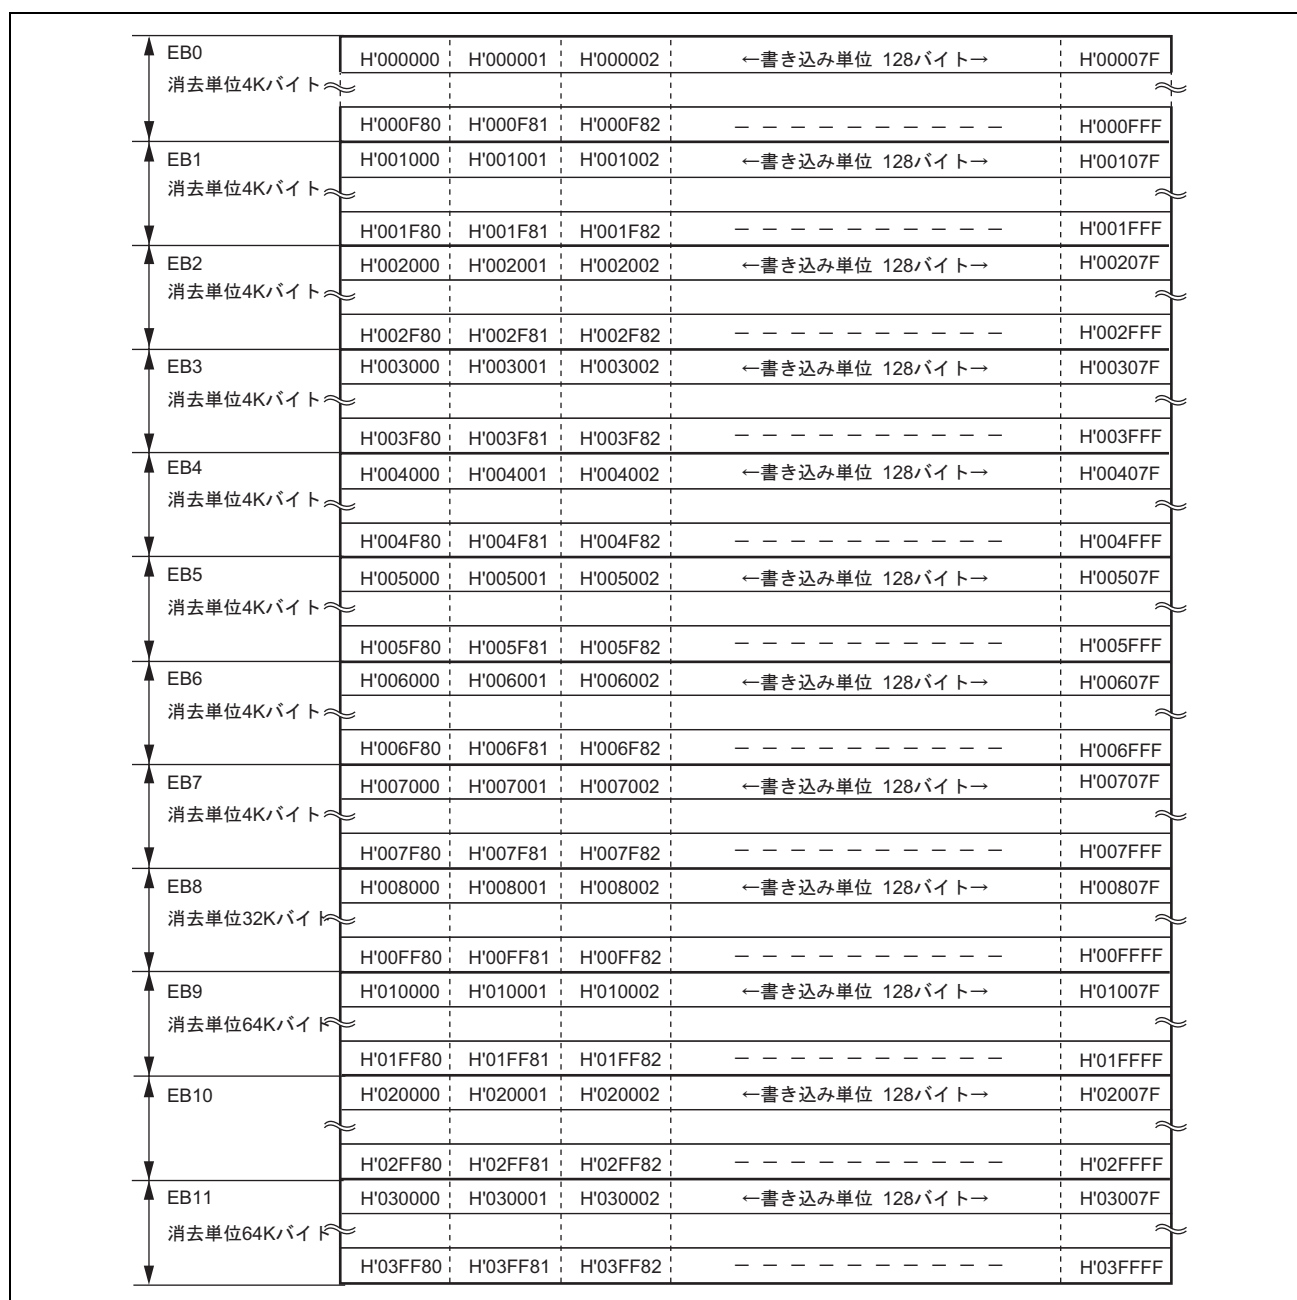

図 22.4 (1) H8SX/1632 のユーザマットのブロック構成
図 22.4 (1) に 256K バイトのユーザマットのブロック構成を示します。太線枠は消去ブロックを表します。細罫線は書き込みの単位を表し、枠内の数値はアドレスを示します。ユーザマットは、64K バイト（3 ブロック）、32K バイト（1 ブロック）、4K バイト（8 ブロック）に分割されていて、消去はこのブロック単位で行います。書き込みは下位アドレスが H'00 または H'80 で始まる 128 バイト単位で行います。4K バイト分割の 8 ブロックが RAM エミュレーション可能な領域です。